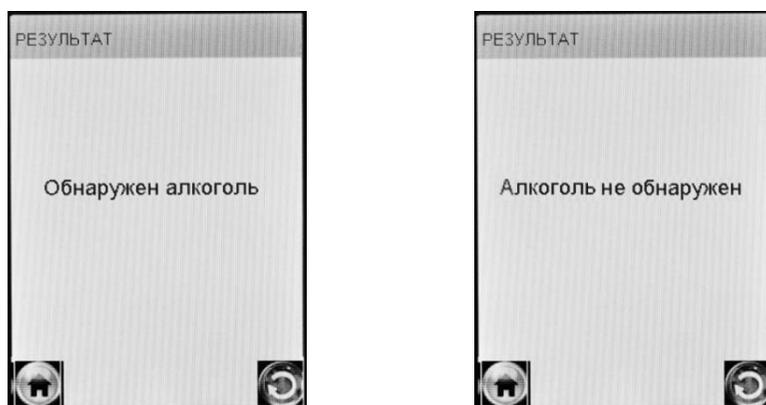

Рисунок 23 – Результаты тестов в режиме скрининга
2.11.7 В зависимости от результата тестирования на экране анализатора появляется одно из двух сообщений (рисунок 23).